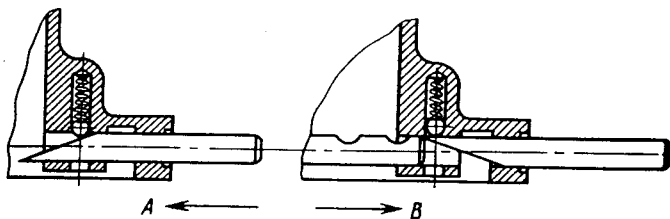

Bild 102. Montagevorrichtung für Schaltschienen und Riegel:
7. Schaltschiene des Rückwärtsganges in den Deckel von der dem Riegel entgegengesetzten Seite einsetzen, Schaltgabel an der Schaltschie-ne befestigen, Kugel mit Spezialvorrichtung (Bild 102) eindrücken und Schaltschiene auf den